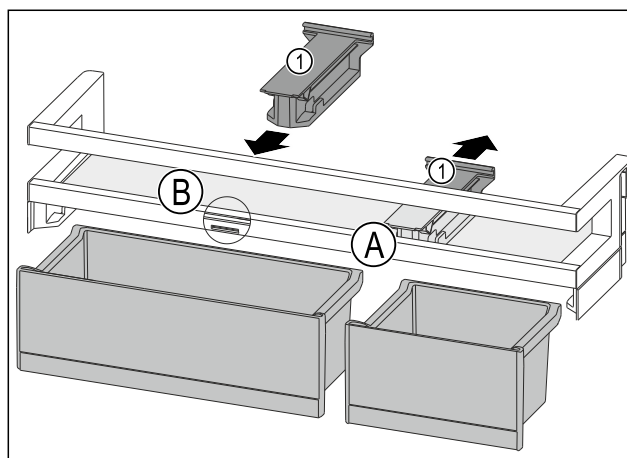

Fig. 97
- ▶ 将定位件 Fig. 97 (I) 向后拉至位置 Fig. 97 (A)。
- ▶ 将定位件 Fig. 97 (I) 插入至位置 Fig. 97 (B)。